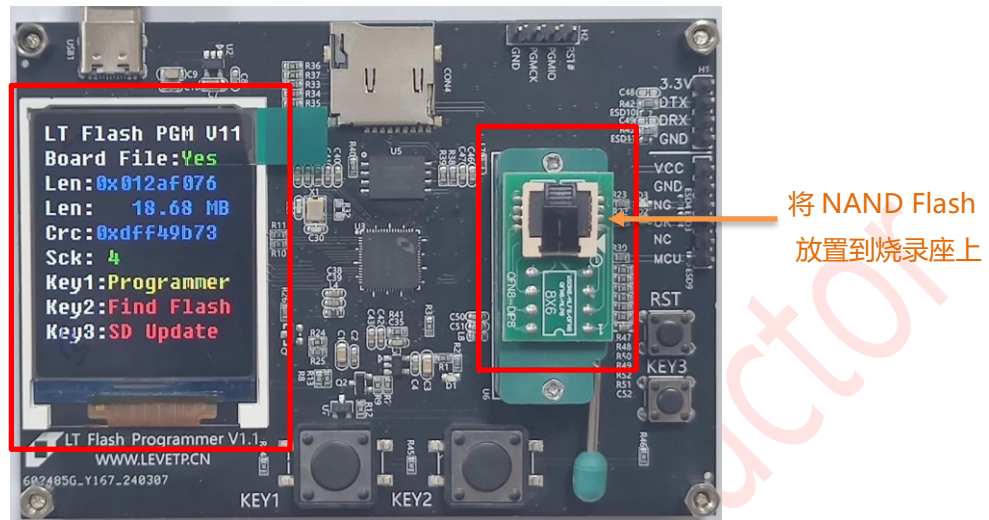
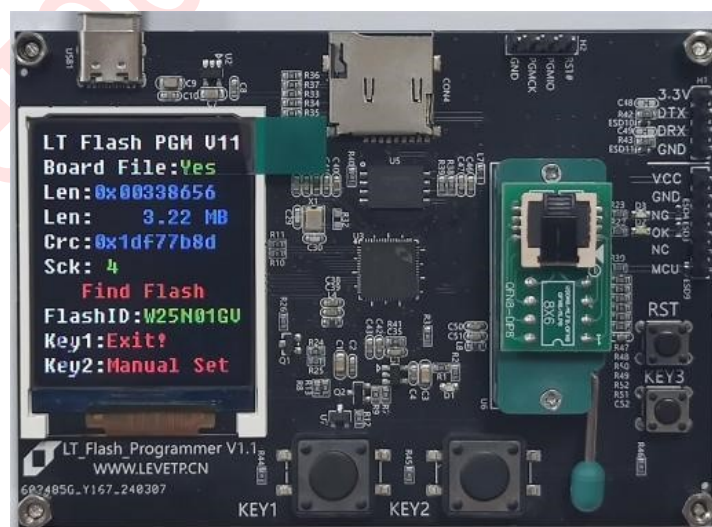
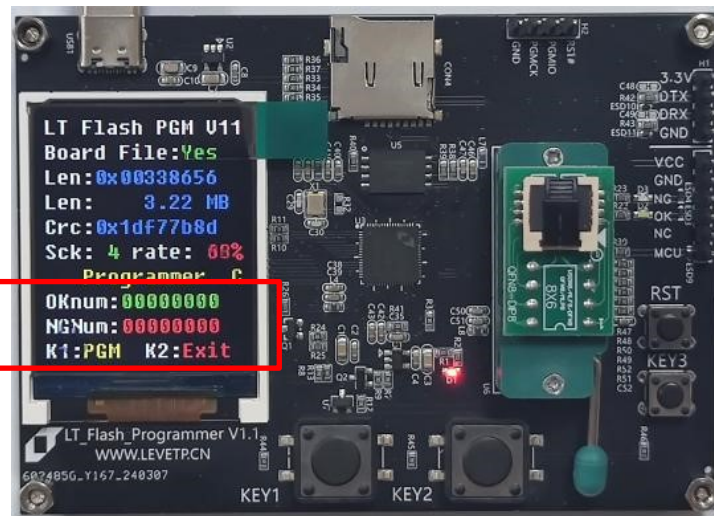

图 1-9：烧录器准备就绪时的主界面
图 1-10：烧录器检测 Flash 界面
图 1-11：烧录结果界面
F. 当烧录完成后烧录器 LCD 显示如下图 1-9。
- (1) 将华邦 25N01G 的 SPI NAND Flash 准确并牢固置入在 Flash 烧录座上，上图 1-9 红色框；
- (2) 上图 1-9 烧录器准备就绪时的主界面如果按下 KEY2 键可检测外部 SPI Flash 是否接触良好，下 KEY2 键后如下图 1-10；继续按下 KEY2 键可设置烧录速度；
- (3) 烧录座上 SPI NAND Flash 检测完后在上图 1-9 主界面状态下，按下 KEY1 键就可以对烧录座上的 Flash 进行烧录，烧录结果如下图 1-11；